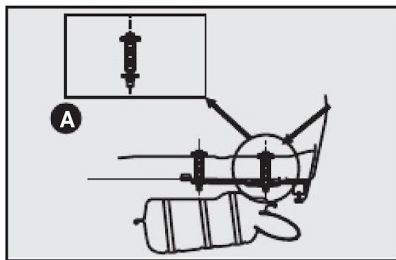

fig. 12
- Efetuar no veículo a furação com Ø (diâmetro) 11 mm traspassando o assalho posterior (ver detalhe A-fig. 12)